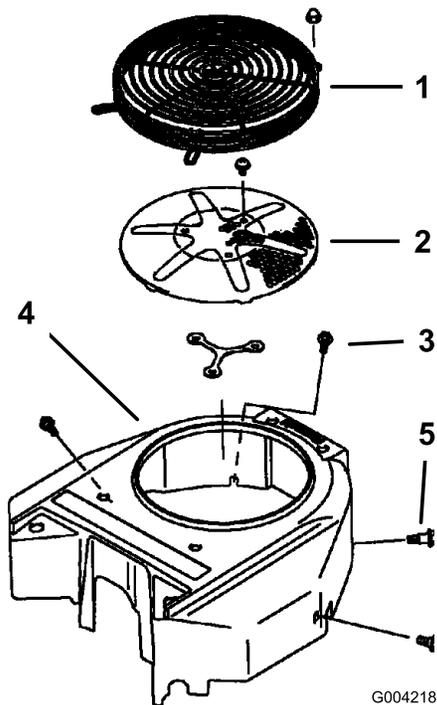

Figure 83
3. Déposez la grille d'entrée d'air, le lanceur et le carter du ventilateur (Figure 83).
5. Reposez la grille d'entrée d'air, le démarreur à lanceur et le carter du ventilateur (Figure 83).